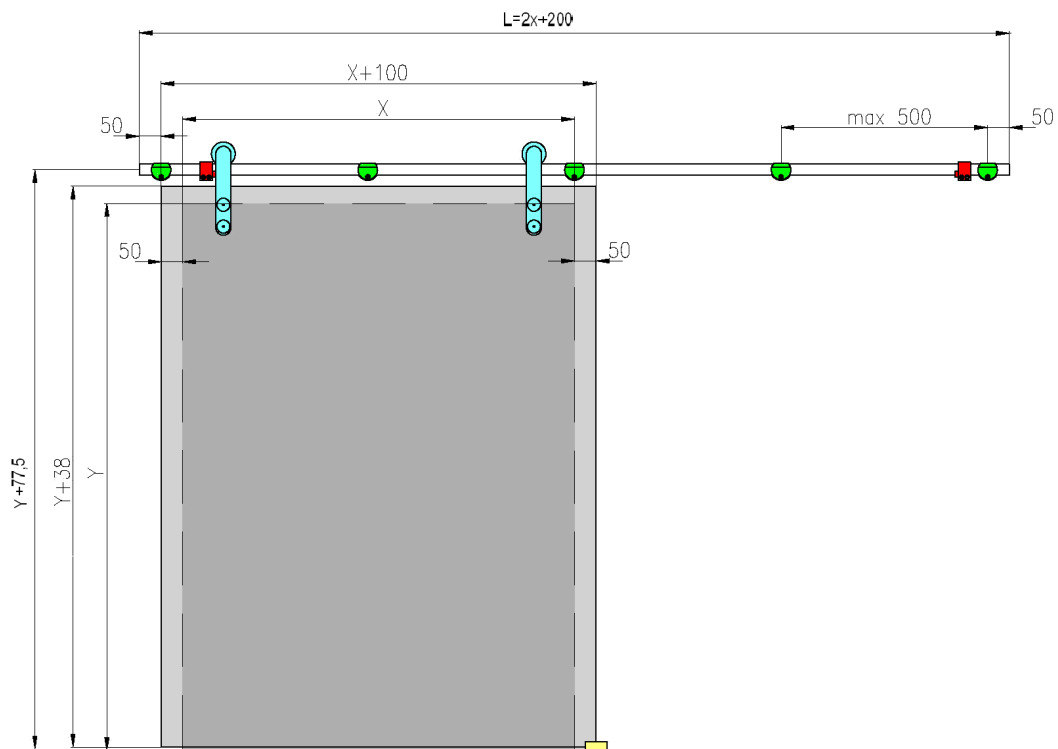
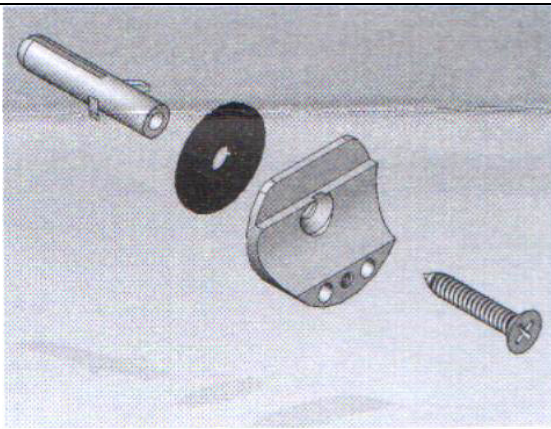
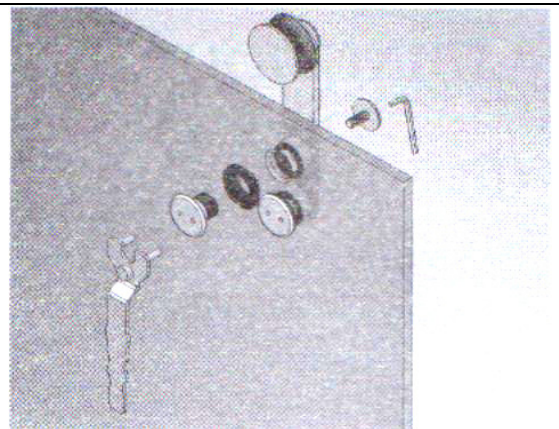

Fig.1 Schema generale – General scheme - Esquema general - Schéma générale
Fig.2
Fig.3
- Fissare alla parete le 5 staffe porta barra (come indicato in Fig.2) dopo aver effettuato la foratura sul muro, prestando particolare attenzione all'allineamento delle stesse e alle quote indicate nello schema di Fig.1). Le due staffe di estremità devono essere fissate a 50 mm dai bordi del binario. Le tre staffe centrali devono essere distanziate in modo eguale fra loro e comunque con interasse non superiore a 500 mm.
- Fissare a pavimento la guida inferiore utilizzando i due tasselli in dotazione, avendo cura di rispettare le quote di Fig.1) e 2). Fissare all'interno della guida inferiore i feltrini adesivi, componendoli in base allo spessore del vetro.
- Inserire la barra con gli stop già inseriti (così come indicato in Fig.1)) nelle staffe di sostegno. Non avvitare completamente le due viti di chiusura degli stop per permettere la loro regolazione al termine della posa dell'anta.
- Fissare i carrelli all'anta seguendo lo schema di Fig.1). Utilizzare la chiave regolabile ed una chiave esagonale da 4 mm per avvitare o svitare le due boccole di fissaggio, così come indicato in Fig.3). Non rimuovere le boccole in plastica nera.
- Fix to the external wall the door bar brackets (as shown in Fig. 2) after making the hole in the wall, paying particular attention to the alignment of the same and dimensions shown in Fig. 1). The two end brackets must be fixed at 50 mm from the edge of the track.
- Fix the bottom rail to the floor using the two dowels, taking care to respect the quotas in Fig. 1) and 2). Attach to the inside bottom rail the adhesive pads, composing them according to the thickness of the glass.
- Insert the bar with the stops already entered (as shown in Fig. 1) in the support brackets. Don't screw completely the two locking screws of the stops to allow their adjustment at the end of the laying of the door.
- Fix the trolleys to the wing following the diagram of Fig. 1). Use the adjustable wrench and an hexagonal wrench of 4 mm to screw or unscrew the two mounting bushing (as shown in Fig. 3). Do not remove the black plastic bushings.
- Fije a la pared los cinco soportes (como se muestra en la figura no. 2) después de hacer el agujero en la pared, prestando especial atención a la alineación de la misma y las dimensiones que se muestran en el esquema de la Fig. 1. Los dos soportes de extremidad deben fijarse en 50 mm de los bordes de la pista. Los tres soportes centrales deben estar distanciados igualmente entre ellos y en cualquier caso con interés que no exceda de 500 mm.
- Fije al suelo al guía inferior empleando los dos anillos en dotación teniendo cuidado de respetar las cuotas de las Fig. 1) y 2). Una el riel inferior dentro de las almohadillas protectora, los componendo de acuerdo con el espesor del cristal.
- Inserte la barra con los topes ya insertados (como se indica en la Fig. 1) en los soportes de apoyo.No apretes los dos tornillos de bloqueo de la parada para permitir su ajuste al final de la colocación de la hoja.
- Fije los carriles con la puerta siguiendo el esquema de la figura 1. Utilice la llave ajustable y una llave hexagonal de 4 mm para atornillar o desatornillar los dos casquillos de fijación, como se muestra en la Fig. 3. No quite los casquillos de plástico negro.
- Fixer à la paroi les 5 supports de barre porte (comme montré sur la Fig. 2) après le perçage sur la paroi, en accordant une particulière attention à l'alignement des mêmes et les dimensions indiquées dans le schéma Fig. 1).
- Fixer au plancher la guide inférieure en utilisant les deux tampons inclus, en prenant soin de respecter les cotes de Fig. 1) et 2). Fixer à l'intérieur de la guide inférieure les coussins adhésives, les composant selon l'épaisseur du verre.
- Insérez la barre avec les arrêts déjà inséré (comme montré en Fig. 1) dans les moules de support. Ne pas visser complètement les deux vis de blocage des arrêts pour permettre leur réglage à la fin de la pose de la porte .
- Fixer les chariots à la porte suivant le schéma de Fig. 1). Utiliser la clé réglable et une clé hexagonale de 4 mm pour visser ou dévisser les deux douilles de fixation, comme indiqué en Fig. 3). Ne retirez pas les douilles en plastique noire.